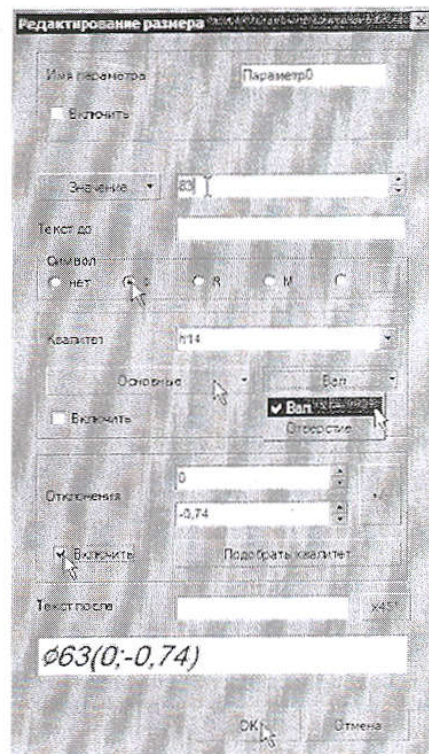

Рисунок 25
6. В открывшемся окне (рис. 25) **Редактирование размера** установите курсор в ячейку **Значение** и введите 63.